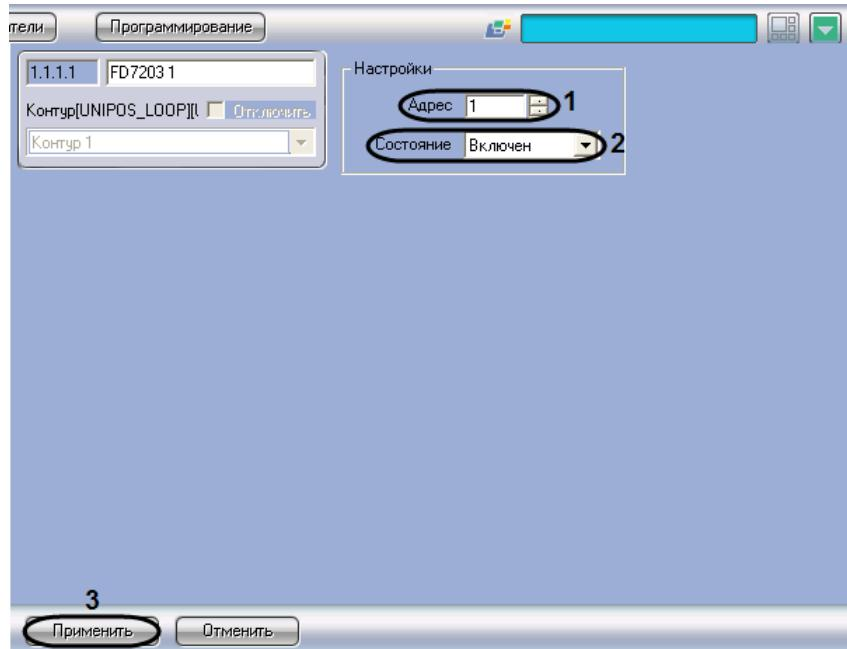

Рис. 3.6-2 Задание параметров адресного модуля FD7203
- Перейти на панель настройки объекта **FD7203** (Рис. 3.6-2).
- В поле **Адрес** ввести с помощью кнопок **вверх-вниз** адрес модуля *FD7203* в CAN-сети *OPC Unipos* (см. Рис. 3.6-2, 1).
- Из раскрывающегося списка **Состояние** выбрать состояние (**включен/выключен**) адресного модуля (см. Рис. 3.6-2, 2).
- Для сохранения настроек во внутренней базе данных ПК *ACFA Intellect* нажать кнопку **Применить** (см. Рис. 3.6-2, 3).